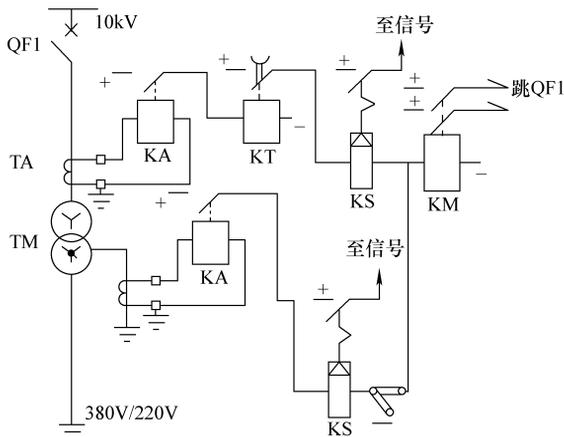

图 2-10
- 识读配电变压器过电流及二次侧接地保护电路（见图2-10）。